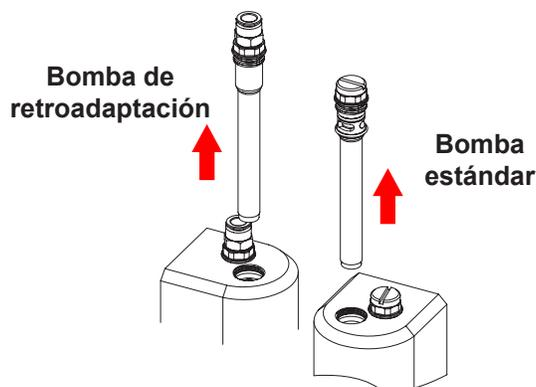

Figura 15 Aflojar los tubos de fluidificación
2. Ver la figura 15. Aflojar el conector de acceso del tubo de fluidificación y extraerlo directamente del cuerpo de la bomba.